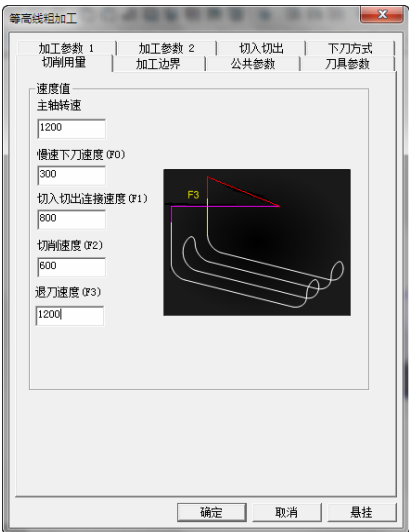

图 8-166 “切削用量”选项卡
5) 单击“切削用量”选项卡,设置“主轴转速”“慢速下刀速度”“切入切出连接速度”“切削速度”“退刀速度”具体参数数值如图 8-166 所示。